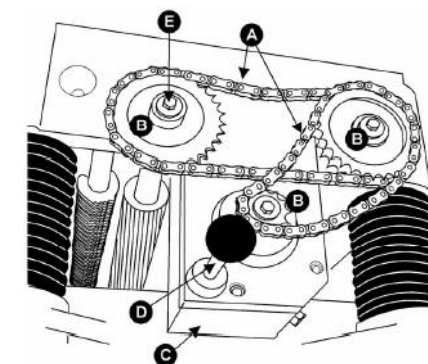
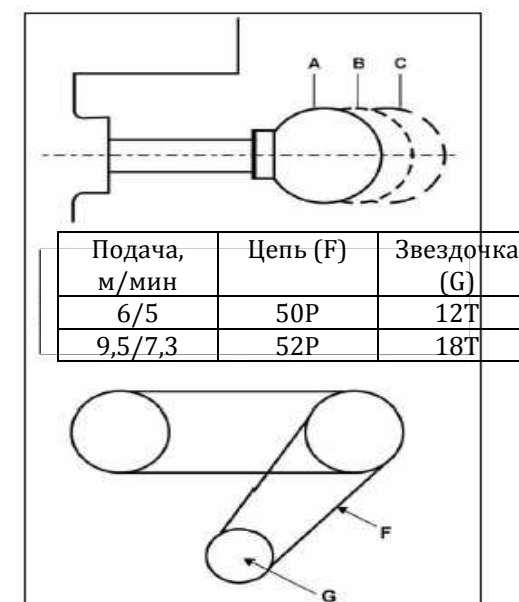

Рис. 28
Рис. 29
Станок оснащен спиральным зубчатым подающим роликом и сплошным отводящим роликом. При включении подающего ролика осуществляется подача заготовки. Ролики автоматически замедляются при большой нагрузке станка для обеспечения высококачественного строгания на всех режимах. Привод роликов осуществляется цепной передачей (**Рис. 28, А**) со звездочками (**Рис. 28, В**), которая передает мощность непосредственно от режущего вала через зубчатый редуктор с масляной ванной. (**Рис. 28, С**).
Редуктор двухскоростной. Скорости переключаются вытягиванием рычага переключения ли вдавливанием его (**Рис. 28, D**) во время работы станка. Диапазон подач показан на **Рис. 29**.
Минимальную подачу рейсмусового станка (5 м/мин и 6,3 м/мин) можно получить заменой меньшей (на валу редуктора) звездочки и цепи. См. **Рис. 29**. Для замены звездочки и цепи выполнить следующее:
2. Вывернуть три винта и снять шайбы (**Рис. 28, Е**).
3. Одновременно снять три звездочки (**Рис. 28, В**) с подающего ролика, отводящего ролика и вала редуктора.
4. После снятия звездочек (**Рис. 28, В**) заменить малую звездочку, которую установить на вал редуктора.
5. Поставить три звездочки и надеть цепь на валы, затянуть винты (**Рис. 28, Е**).